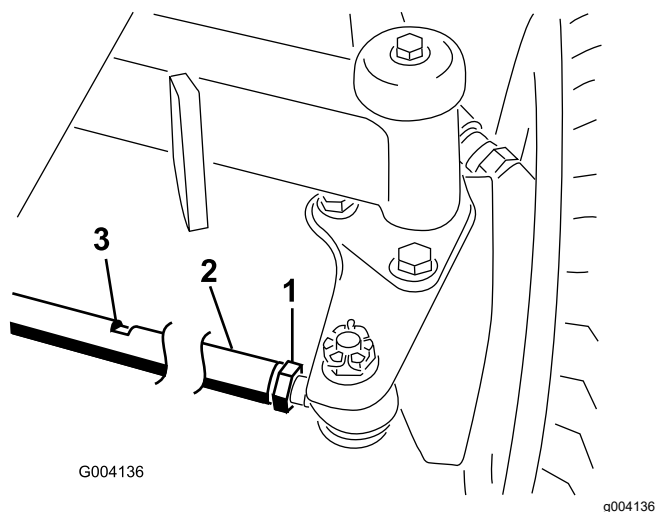

Рисунок 110
1. Ослабьте контргайку с каждой стороны соединительной тяги (Рисунок 110).